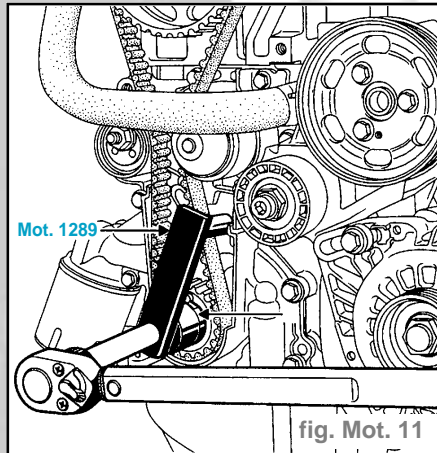

fig. Mot. 11
- Mettre en place l'entretoise (1) du **MOT. 1386** et serrer la vis du pignon de vilebrequin (fig. Mot. 11).
- Appliquer une précontrainte de **1 daN.m** avec le **MOT. 1386** entre le pignon de vilebrequin et la pompe à eau (fig. Mot. 11).